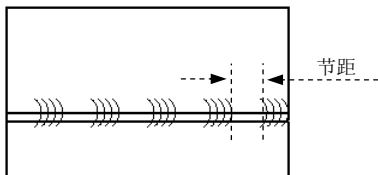

图 6.11.6 焊缝节距
- ☑  焊缝节距(I): 文本框: 该文本框中输入的数值定义焊缝之间的节距长度 (仅限于 **间歇** 选项), 如图 6.11.6 所示。